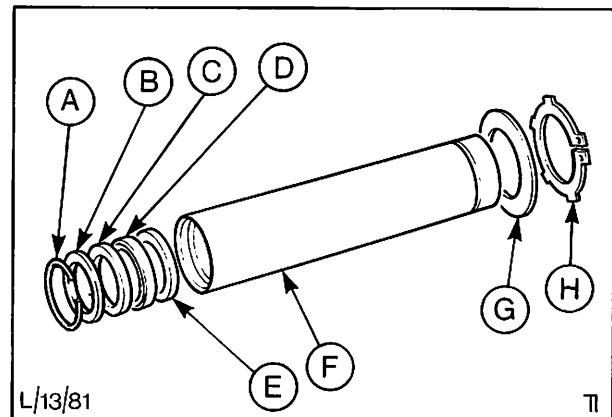

Abb. 31 Einbaufolge der Dichtungen und Sprengringe
20. In folgender Reihenfolge die Dichtungen und Scheiben des Innenrohres von der verzahnten Seite her auf die Zahnstange aufziehen: Spreng-ring, Scheibe, Dichtung mit Nut, Flachdichtung und Scheibe, Abb. 31.